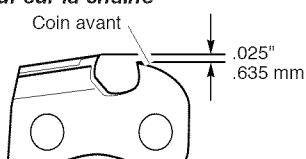

Figure 26 - Arrondir le coin avant du limiteur de profondeur
3. Retirer l'outil. Avec la lime plate, arrondir le coin avant du limiteur de profondeur. (Voir la Figure 26.)